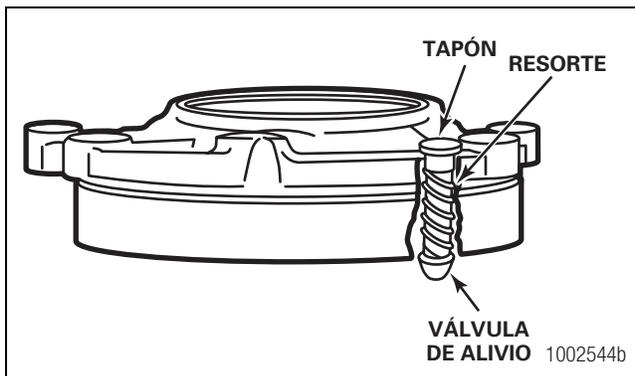

Figura 5.72
- D. Si está desmontado, instale la válvula de alivio de presión en la jaula del cojinete de entrada. Instale en el hueco la válvula de alivio, el resorte y el tapón. Apriete el tapón a 20-40 lbs-pie (27-54 N•m). Figura 5.72.